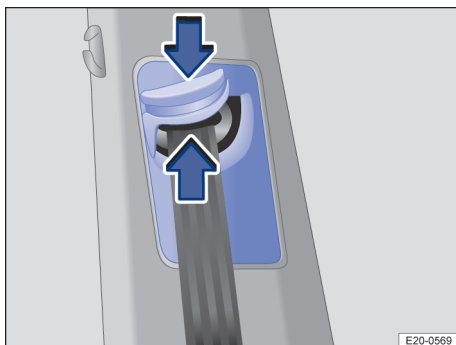

Fig. 38 Junto a los asientos delanteros: regulador de la altura del cinturón.
1. Presione el dispositivo de reenvío en el sentido de la flecha y manténgalo en esta posición → fig. 38.